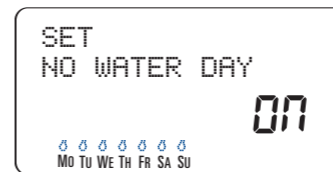

Figura 19:
- Premere il tasto **NEXT** (Avanti) fino a quando il giorno della settimana desiderato lampeggia, quindi premere il tasto **CLEAR**. [Vedere la Figura 19]